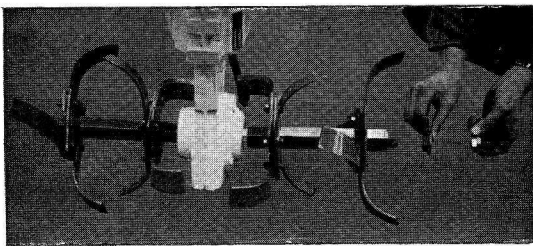

fig. 4
- Bloquer l'ensemble à l'aide des écrous et contre-écrous (fig. 4).